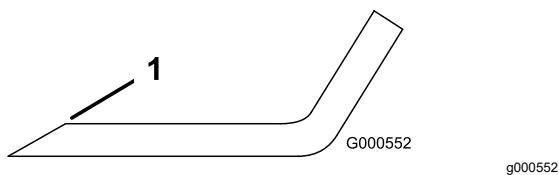

Figura 90
1. Utilice una lima para afilar el filo de corte en ambos extremos de la cuchilla (Figura 90).
Nota: Si la cuchilla no está equilibrada, rebaje algo el metal en la parte de la vela solamente con una lima (Figura 90).